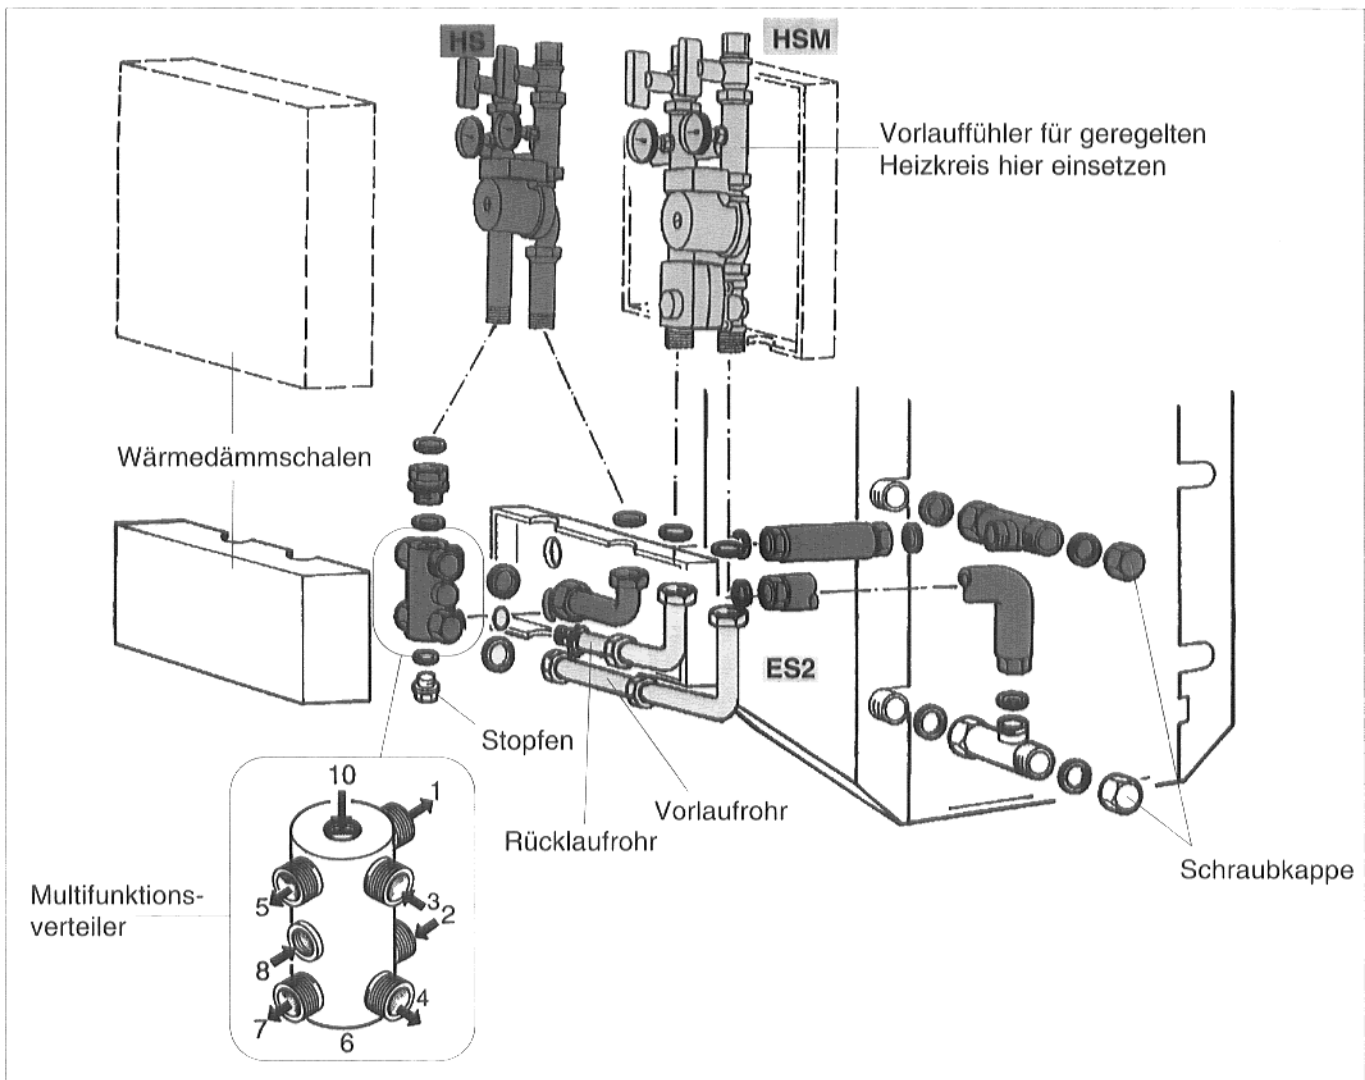

Abb. 4 Seitlich Rechtsanbau; Kessel-Anschluß-Set mit KAS 2 und Ergänzungs-Set ES2, Heizkreisset mit / ohne Mischer am Heizkessel G124 X
- Flachdichtung in die Winkelverschraubung einlegen und die Winkelverschraubung auf den Abgang Nr. 5 des Multifunktionsverteilers aufschrauben (Abb. 4).
- Heizkreis-Set mit (HSM) / ohne Mischer (HS) entsprechend Abb. 4 aufschrauben.
- Stopfen mit aufgelegtem O-Ring in den Abgang Nr. 6 des Multifunktionsverteilers eindrehen (Abb. 4).
- Vorlauffühler entsprechend Abb. 4 in die Meßstelle des Heizkreis-Sets mit Mischer (HSM) einstecken.
- O-Ring über den Gewindeanschluß des Rücklaufrohres schieben. Rücklaufrohr in den Abgang Nr. 8 im Multifunktionsverteiler einschrauben (Abb. 4).
- Flachdichtung, entsprechend Abb. 4 in die Verschraubung des Vorlaufrohres einlegen und das Vorlaufrohr auf den Abgang Nr. 7 des Multifunktionsverteilers aufschrauben (Abb. 4).
- Flachdichtungen in die Verschraubungen der beiden Anschlußstücke einlegen (Abb. 4).
- Alle Verschraubungen auf Dichtheit prüfen. Wärmedämmschalen entsprechend Abb. 4 von beiden Seiten auf den Multifunktionsverteiler, das Ergänzungs-Set und die Heizkreis-Sets aufschieben (Abb. 4).